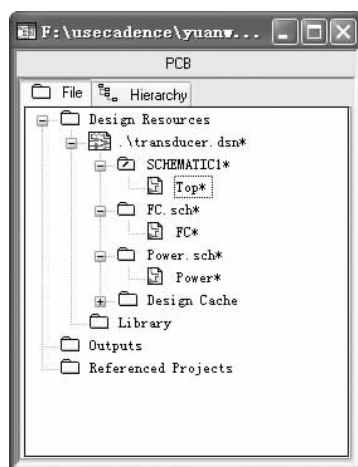

图 6-280 项目管理器窗口
3) 与此同时，在项目管理器中产生了新的电路图 Power.sch：Power 和 FC.sch：FC，如图 6-280 所示。